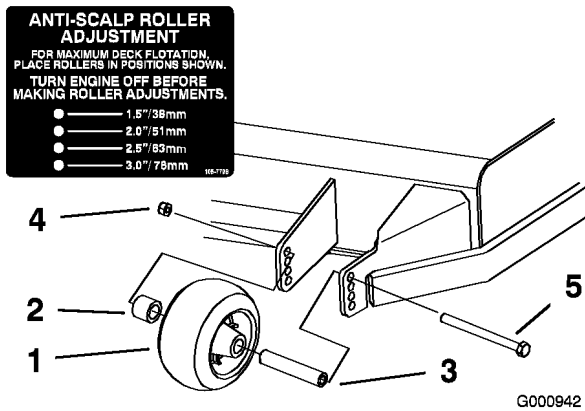
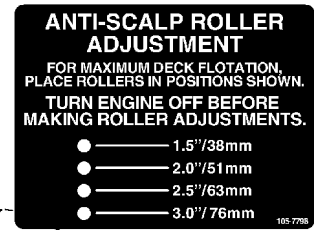

Figura 20
Figura 21
3. Después de ajustar la altura de corte, ajuste los rodillos retirando la tuerca con arandela prensada, el casquillo, el espaciador y el perno (Figura 20, Figura 21, y Figura 50).
Nota: Los dos rodillos centrales no tendrán espaciador (Figura 21).
5. Instale la tuerca con arandela prensada, el casquillo, el espaciador y el perno. Apriete a 54–61 Nm (40–45 pies-libra) (Figura 20, Figura 21 y Figura 50).